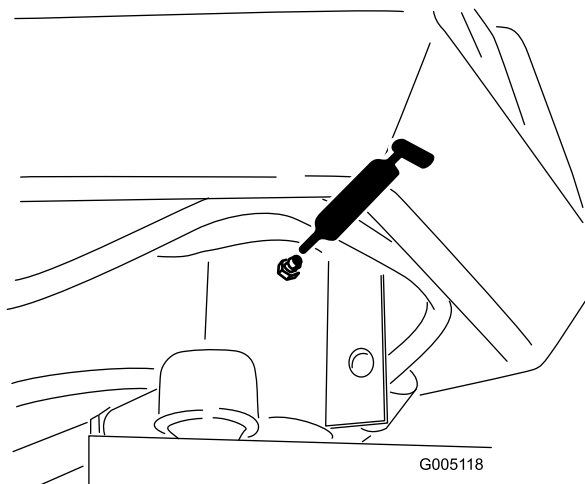

図 39
- ・ ステアリング・フォークのシャフト：1か所（図 39）
- ・ ロッドの端部（図 39）